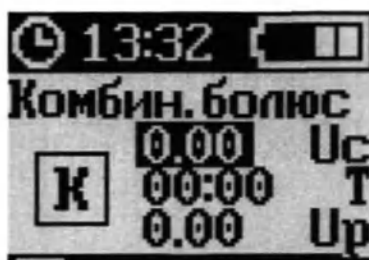

Рисунок 115 – Экран «КОМБИН.БОЛЮС» (доза Uc)
3. Нажать кнопку «ОК» для начала настройки комбинированного болюса и для установки дозы болюса, вводимого сразу Uc (стандартный болюс) (рисунок 115).